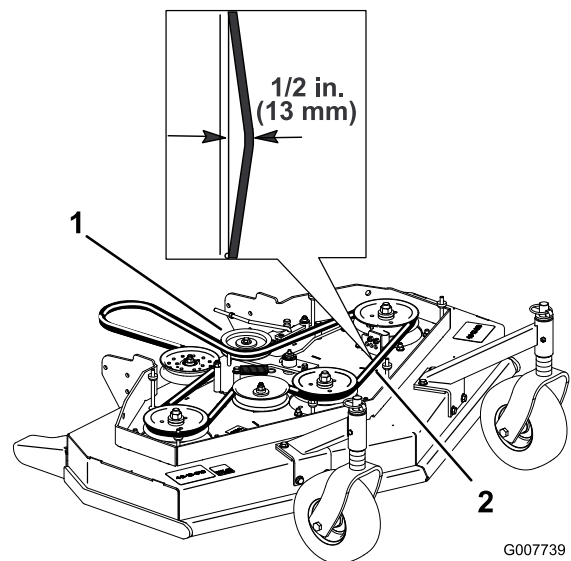

Bild 43
4. Entfernen Sie die Spannscheibe und den abgenutzten Riemen (Bild 43).
Hinweis: Die richtige Treibriemenspannung ist 44 bis 67 N, wenn der Riemen in der Mitte zwischen den Riemenscheiben um 13 mm durchgebogen ist (Bild 43).